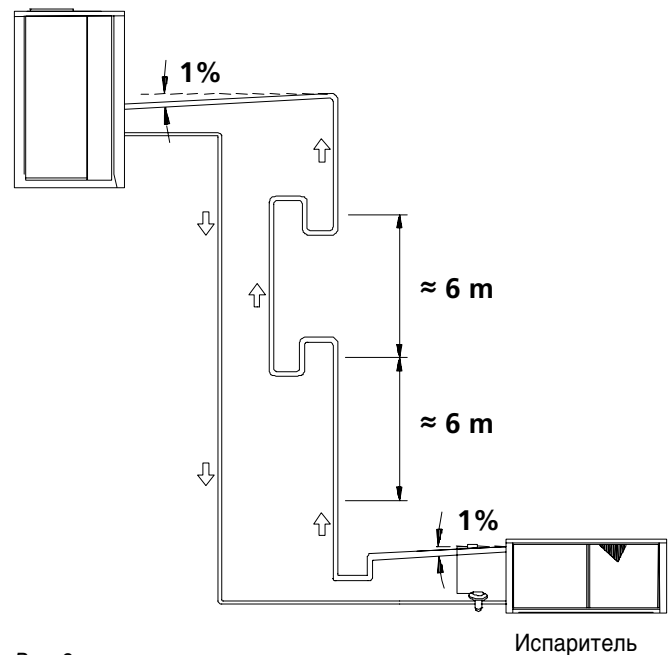

Рис. 8
6.10.2 Секция испарителя ниже секции конденсатора (Рис. 8)